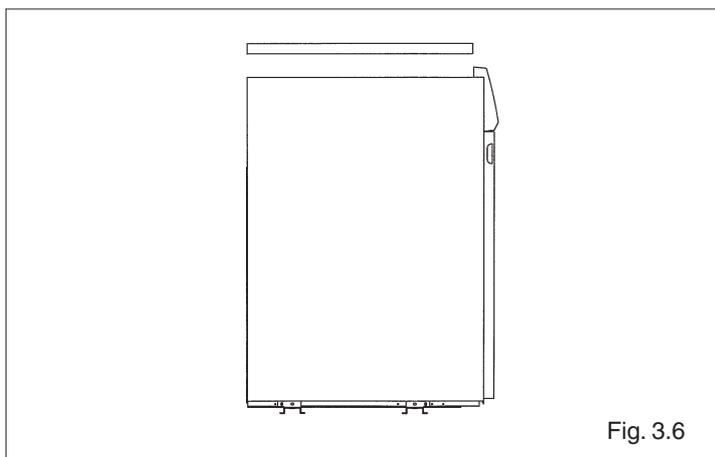

Fig. 3.6
- togliere il pannello superiore della mantellatura (fig. 3.6)
- rimuovere il pannello superiore della mantellatura (fig. 3.6)